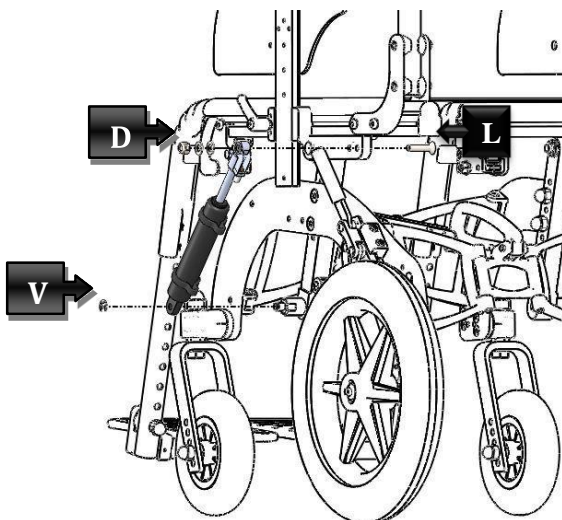

Abbildung 50
Die in Abbildung 50 angezeigten Schrauben (L) mit einem 5 mm Innensechskantschlüssel komplett lösen, dabei die Mutter (D) mit einem 13 mm Sechskantschlüssel festheben. Danach den Sicherungsring (V) mit einer Seegerzange und die Gasdruckfeder entfernen. Nach dem Einfügen einer neuen Gasdruckfeder, den Seeger richtig befestigen und die Schrauben festziehen.